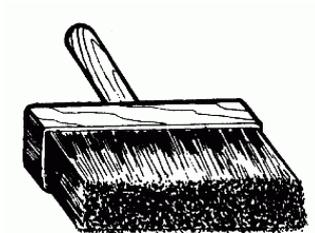

Рис. 26. Щетка для сметания
4. Щетка для сметания (рис. 26).